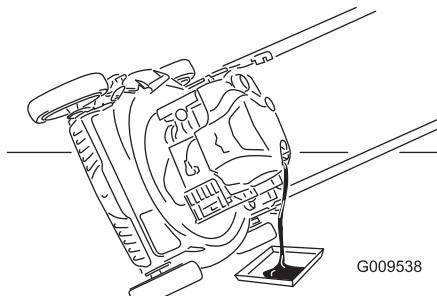

Figura 25
- Ponga la máquina de lado con el filtro de aire hacia arriba para drenar el aceite usado a través del tubo de llenado de aceite (Figura 25).